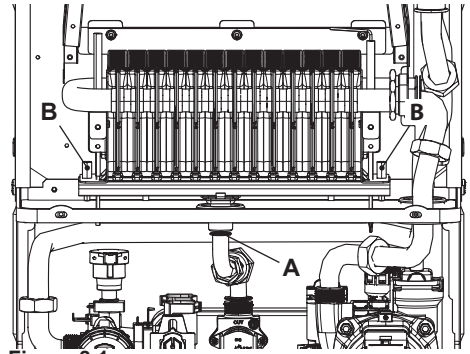

Figura 8.1
- Quitar la tuerca "A" y los tornillos "B" (Figura 8.1).
- Volver a montar la rampa de gas y poner los tornillos "B" y "A" (Figura 8.1) sin olvidar la junta plana.